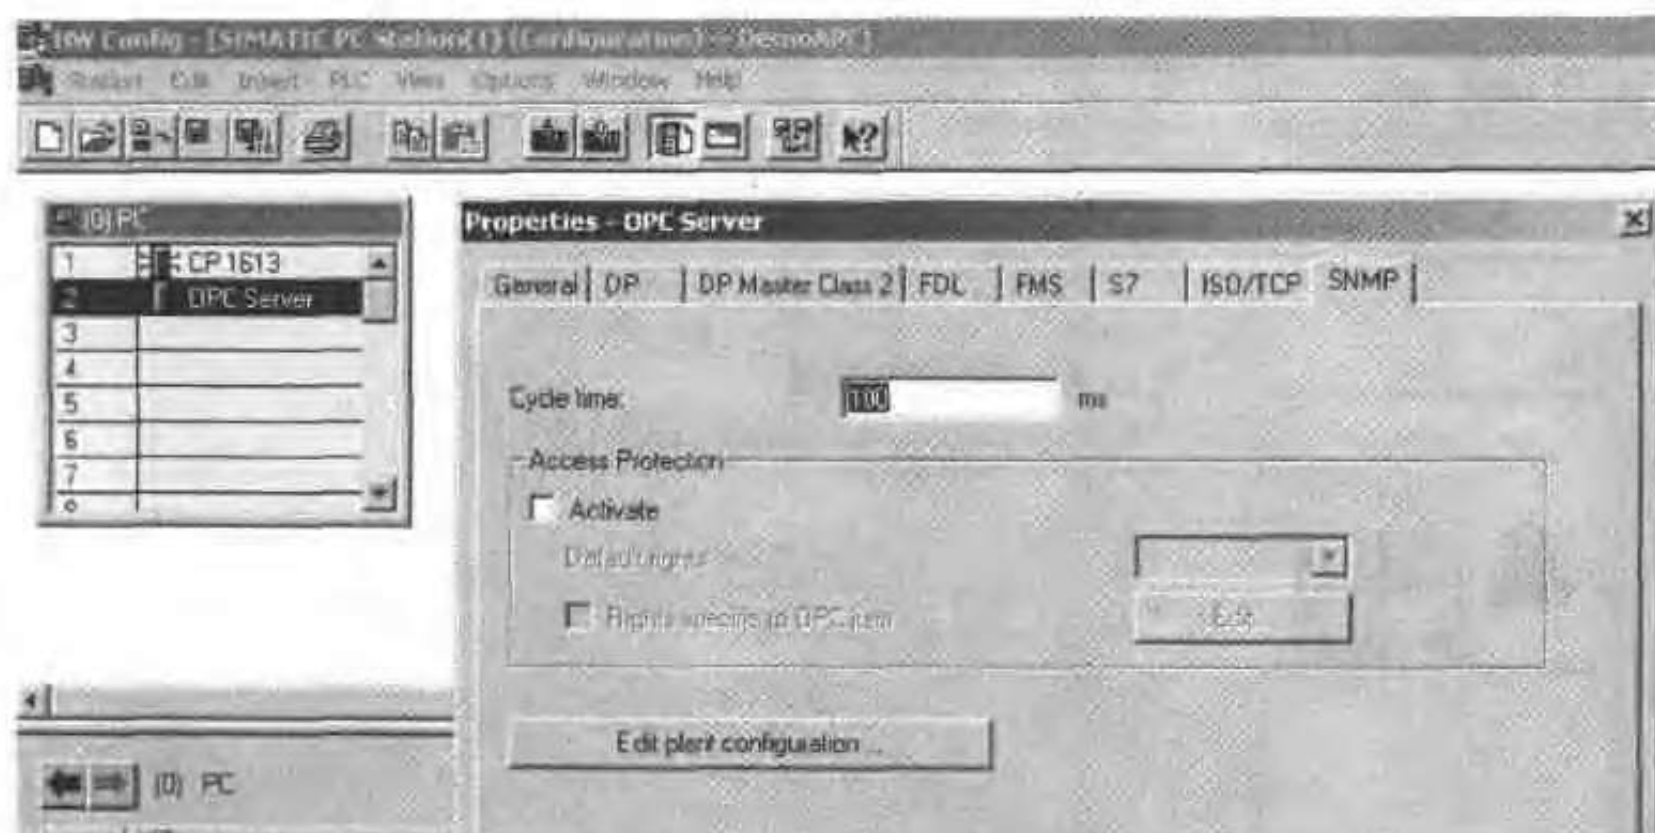

图 13-26 OPC Server 属性配置
- 在 OPC Server 属性选项卡中,选择 SNMP 属性;然后选择 Edit plant configuration..., 如图 13-26 所示。